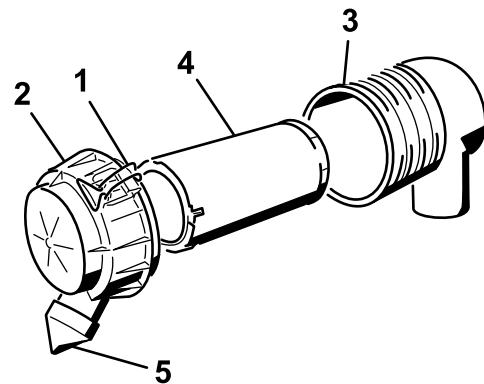

Figure 21
3. Déverrouillez le filtre à air et détachez le couvercle du boîtier du filtre (Figure 21).
6. Sortez l'élément filtrant du boîtier du filtre à air avec précaution (Figure 21).
8. Posez l'élément filtrant avec précaution (Figure 21).
9. Reposez le couvercle du filtre à air, le capuchon protecteur orienté en bas, et fermez les verrous (Figure 21).